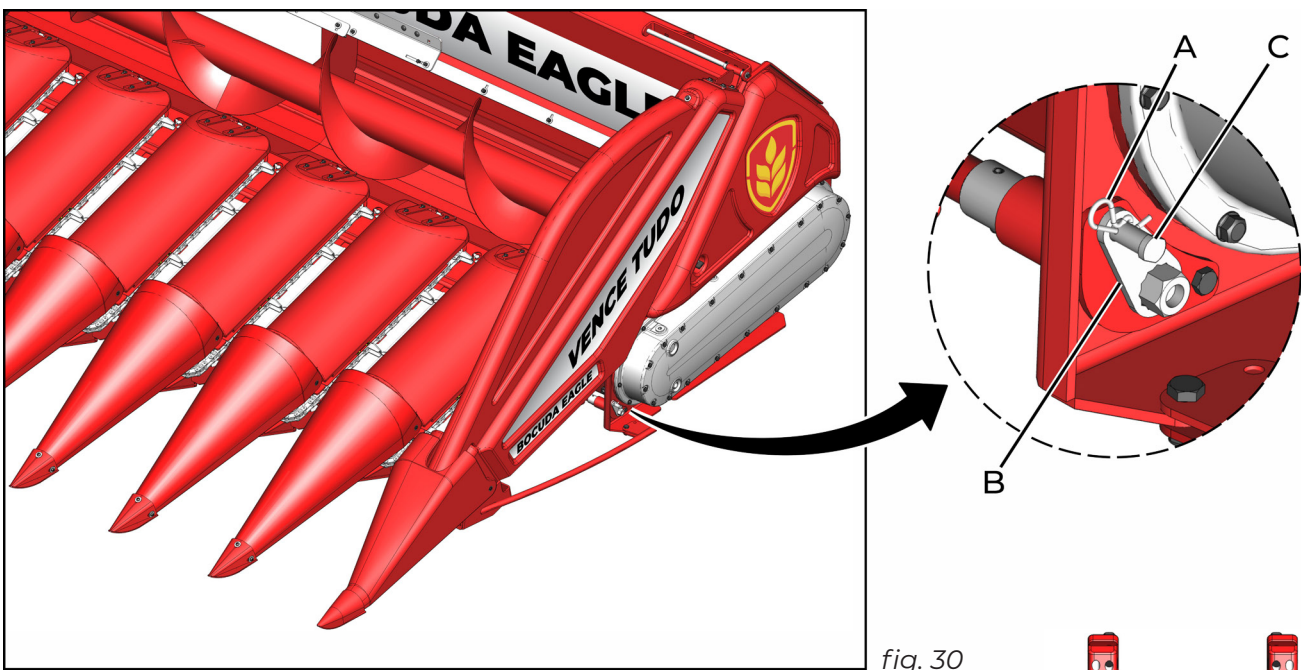

fig. 30
1. Quite el perno R (A) (fig. 30) y mueva la traba (B) hasta que se desconecte del tornillo regulador (C);
2. Con la ayuda de una llave, gire el tornillo regulador (C) en sentido horario para abrir o en sentido antihorario para cerrar las chapas espigadoras, según lo desee;